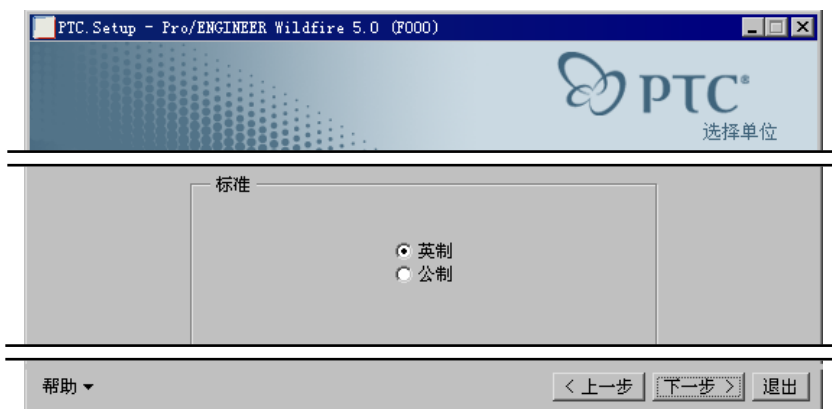

图 2.5.6 选择单位
(1) 确定安装目录 C:\Program Files\proeWildfire 5.0（此安装目录在当前目录中必须不存在）。
(2) 选择要安装的功能。
① 在“要安装的功能”区域中单击  **Pro/ENGINEER Mechanics** 中的  按钮，然后在弹出的下拉菜单中选择  **安装所有子功能(A)** 命令。
② 在 **要安装的功能** 区域中单击  **界面** 中的  按钮，然后在弹出的下拉菜单中选择  **安装所有子功能(A)** 命令。
③ 其余选项采用系统默认设置。
(3) 单击  按钮。
Step7. 此时系统弹出图 2.5.6 所示的对话框，在该对话框中进行下列操作：